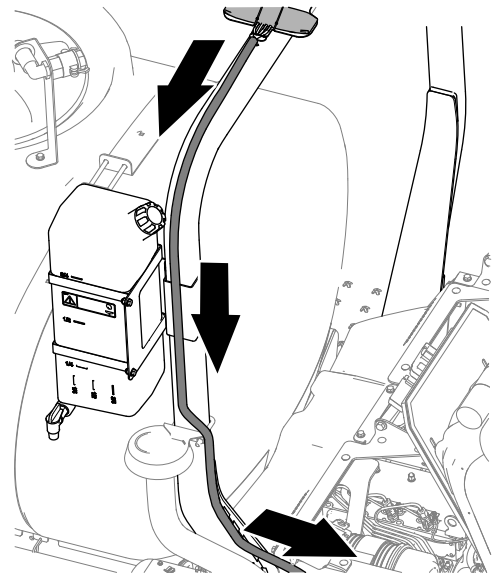

Figure 128
- Faites passer le faisceau de l'antenne de modem sur la droite, le long de l'arceau de sécurité (Figure 128).
- Faites descendre le faisceau vers l'avant comme montré à la Figure 128.